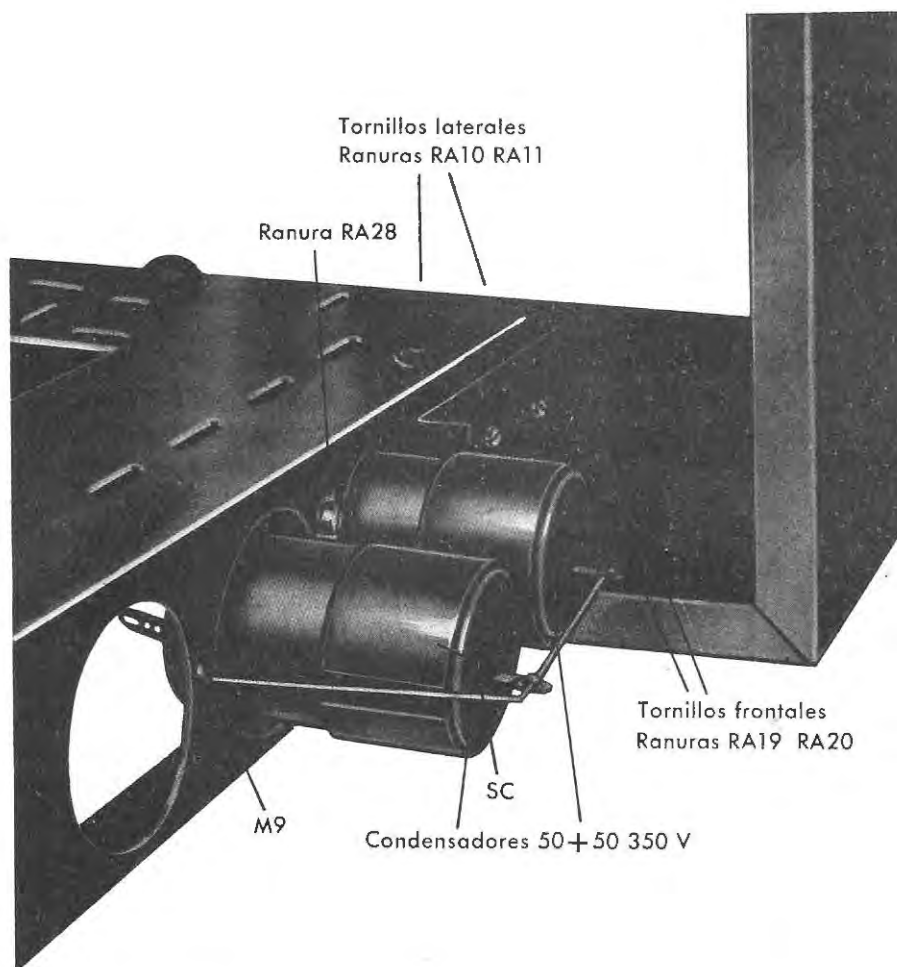

Figura 9
A continuación, tome el segundo soporte de condensadores (SC), también de dos piezas (figura 9) y coloque dos condensadores de filtro de 50 más 50, $\mu F/350$ voltios, operando de la misma forma que con el soporte anterior. Fíjelos con un tornillo en la ranura RA28, figuras 3 (desplegable) y 9, centrando antes los condensadores en los taladros RS4 y RS5. Corte un trozo de
hilo de retención de doce centímetros, y por un extremo, una dos terminales de masa de los condensadores, suelde en los mismos y en el punto M9, de la masa del chasis por su parte SUPERIOR (en la figura 9 tampoco se observan la selfs y el transformador de sonido, que para mayor claridad de la figura excluimos, aunque usted ya lo tiene montado). La figura 10 presen-